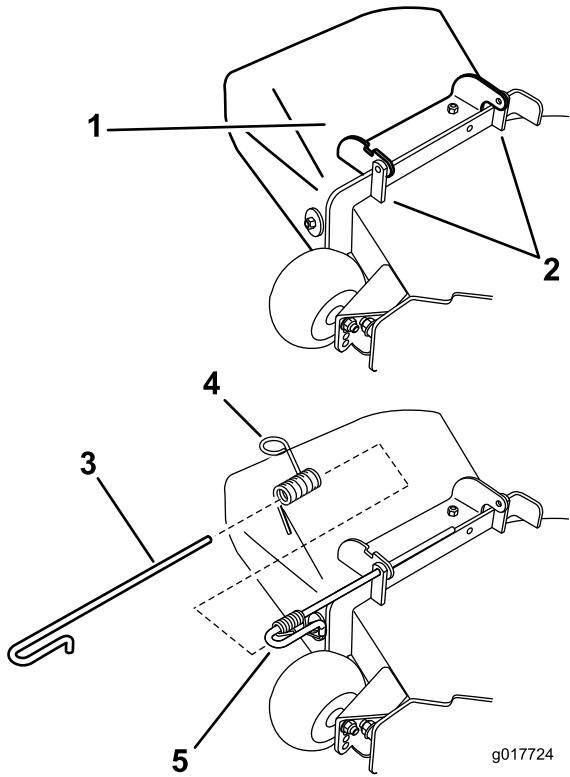

Figura 76
- Desenganche el muelle de la muesca del soporte del deflector, y retire la varilla de los soportes soldados de carcasa, el muelle y el deflector de descarga (Figura 76). Retire el deflector de descarga dañado o desgastado.
2. Coloque el nuevo deflector de descarga con los extremos de los soportes entre los soportes soldados de la carcasa, según se muestra en la Figura 76.